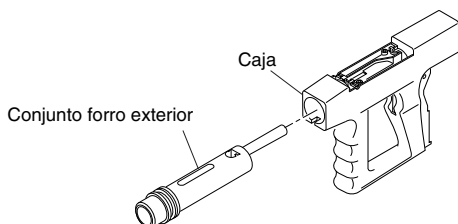

Figura 14 - Inserción del conjunto forro exterior
1. Empuje con firmeza el conjunto forro exterior hacia la caja (vea la figura 14).